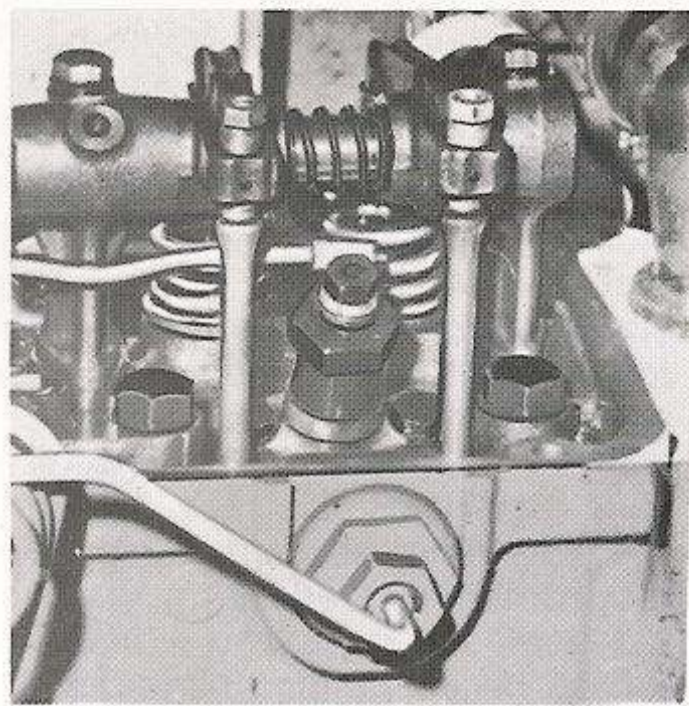

fig 4
e) Déposer les vis de bride de fixation de l'injecteur sur la culasse (fig. 4).